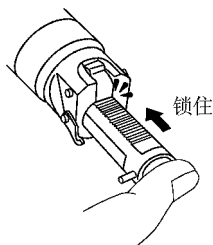

图 1-59 用手指推棘爪时应不会移动
2) 放开棘爪, 检查齿杆是否有此位置被棘爪锁住, 当用手指推它时应不会移动, 如图 1-59 所示。
(20) 如果必要, 拆下歧管恒温器和冷却液旁通法兰。